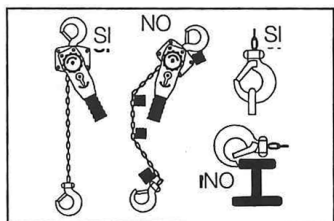

Figura 1
- NON installare il paranco con ganci e catena fuori asse (vedi Figura 1).
- Assicurarsi che il carico sia ben posizionato nella sede del gancio. EVITARE carichi laterali (Figura 1).